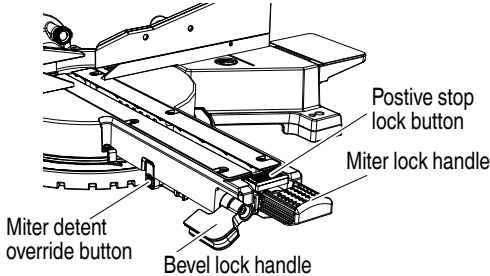

Fig. 19
7. Miter detent override button (Fig. 19)